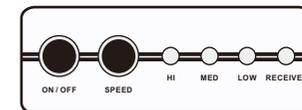

Fig.6
2. Funcionamiento con el receptor: (Fig. 6)